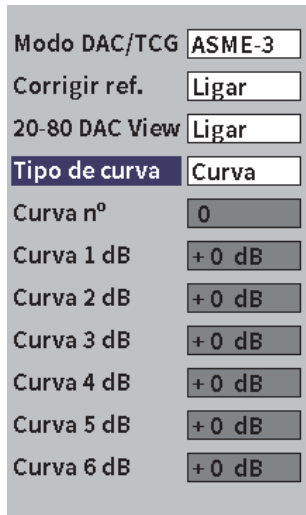

Figura 11-2 Caixa de diálogo DAC/TCG
2. Selecione o ícone **DAC** () e, em seguida, pressione o botão Enter para abrir a caixa de diálogo DAC/TCG (veja Figura 11-2 na página 180). Veja “Navegação das caixas de diálogo e das páginas de configuração” na página 40 para detalhes de como usar as caixas de diálogo.